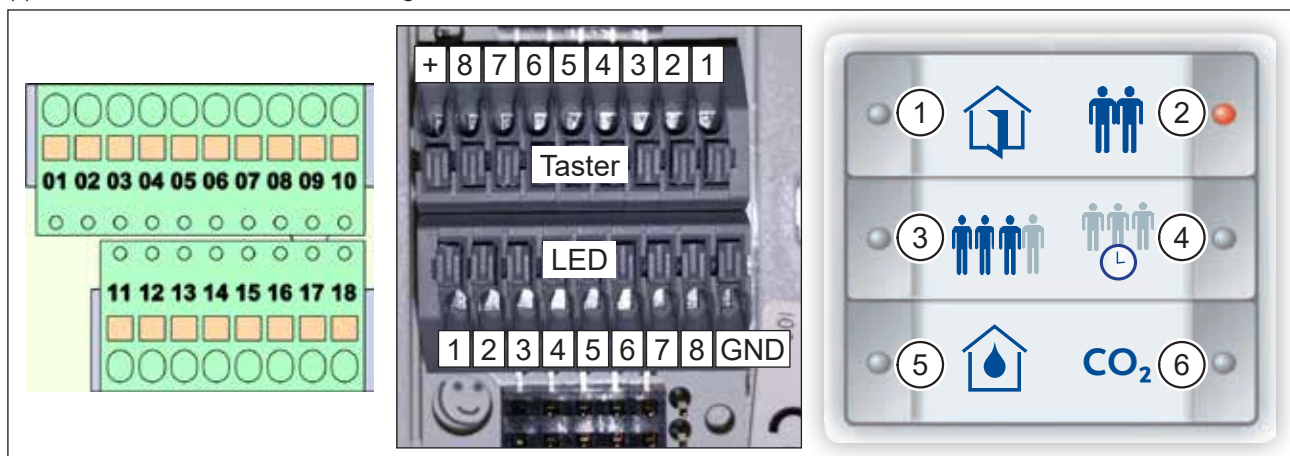

Abb. 29: Klemmenblöcke am Lüftungsgerät, Klemmenblöcke Tastsensor InControl, Einlegeblatt
- ▶ Legen Sie nach der Verdrahtung das Einlegeblatt (Abb. 29) in den Tastsensor InControl.